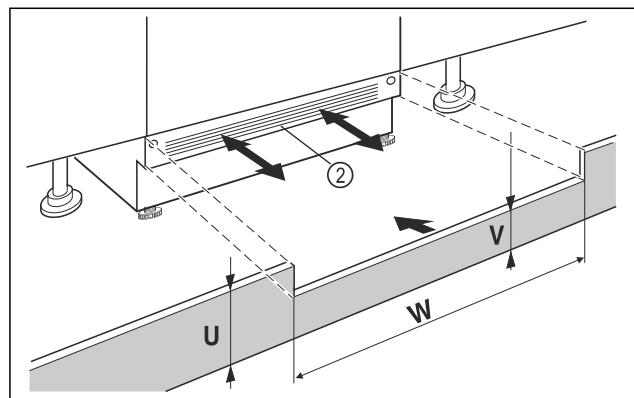

Fig. 40 Primjer izgleda
- Nataknite masku podnožja uređaja Fig. 40 (2), ali je nemojte još pričvrstiti.
► Ako se maska podnožja Fig. 40 (2) vidi, izvucite je toliko prema naprijed da prednji rub ventilacijske rešetke i maske podnožja namještaja tvore ravninu.
► Ako je maska podnožja skrivena Fig. 40 (2), gurnite je posve prema otraga.
► Obratite pozornost na potpuno slobodne ventilacijske otvore: Po potrebi izrežite visinu maske podnožja namještaja Fig. 40 (U)!
► Uzduž širine niše Fig. 40 (W) prilagodite visinu poprečne lamele Fig. 40 (V) ispod maske podnožja uređaja Fig. 40 (2).